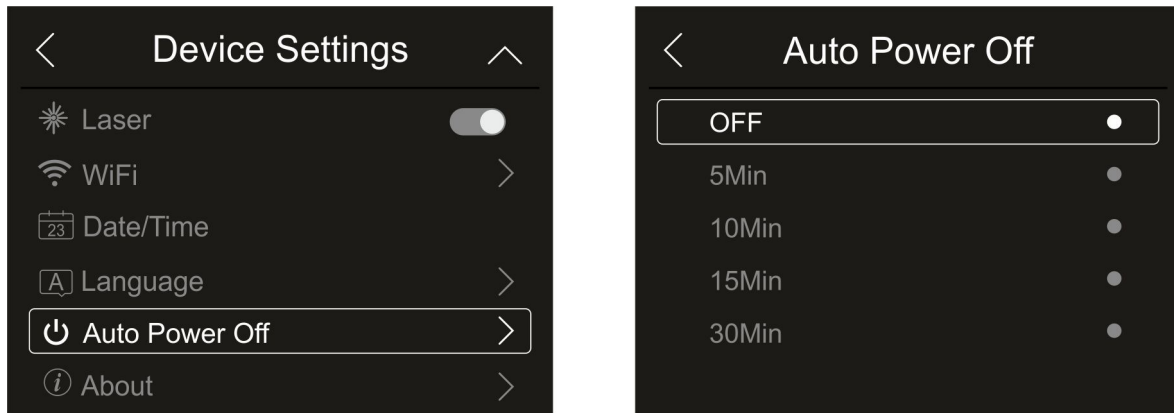

Fig. 20: Configuración autoapagado
1. Toque el texto “Auto Power Off” para realizar la configuración del tiempo de autoapagado del instrumento. Se muestra la pantalla de la Fig. 20– parte derecha: